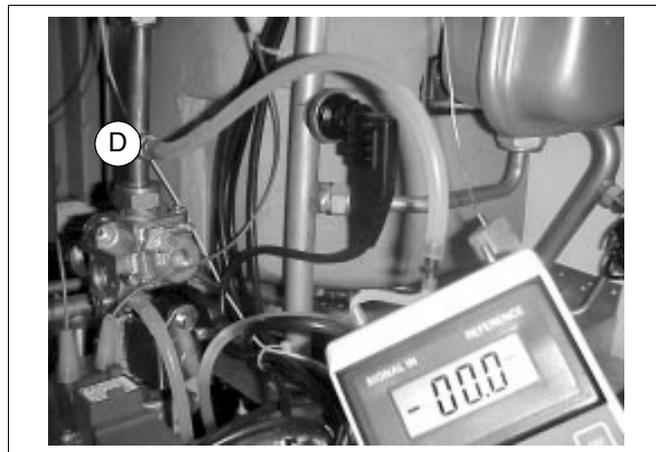

Fig. 36 Nippel di prova
- Allentare le viti (fig. 36, **pos. D**) del nippel di prova della tubazione sopra la valvola del GAS e collegare un manometro ad U.
- Allentare la vite (fig. 36, **pos. D**, pagina 35) del nippel di prova posto nella tubazione al disopra dell'apparecchiatura gas e collegare un manometro ad U.